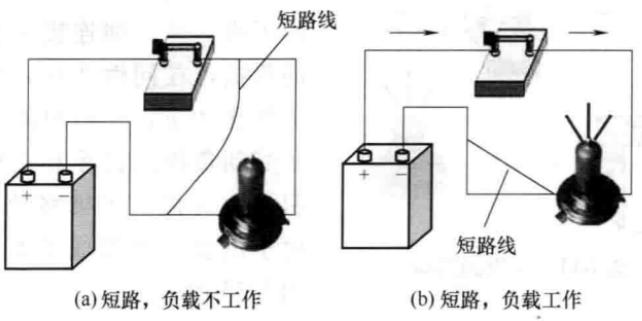

图 1-9 短路状态
③ 短路 电路中，电流应流过整个负载构成一个完整的电流回路，因某种原因（导线或负载的绝缘损坏）使电流的流经路径缩短再回到电源的负极，此现象称作短路。短路是否会影响负载的工作，需视短路的位置而定。图 1-9 (a) 短路后负载不能工作，图 1-9 (b) 短路后负载可正常工作。